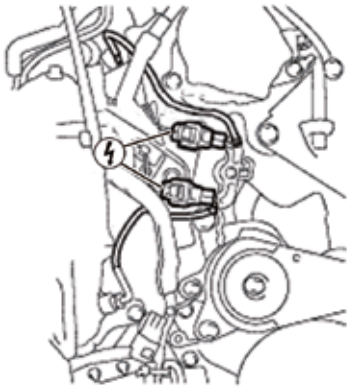

Fig. 38
- Débrancher les connecteurs (Fig. 38).